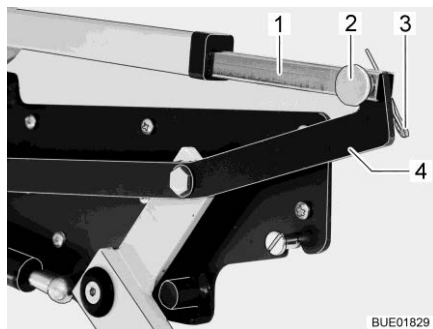

Fig. 124 Azionamento del letto basculante
- Separare il collegamento tra biella (Fig. 124,1) e leva (Fig. 124,4). A tale scopo, estrarre la caviglia (Fig. 124,3) e il perno (Fig. 124,2).